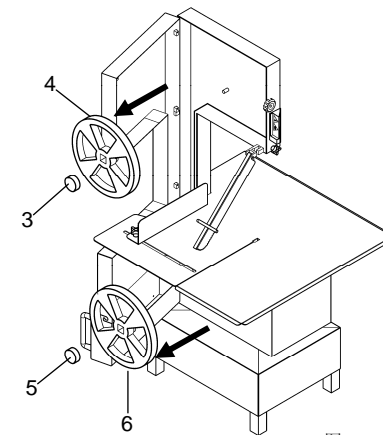

图 7.7.4
- 通过按反时针方向旋转旋钮“3”来放松旋钮“3”，拆除将滑轮规定到位置“4”上的垫圈，用双手抓住滑轮并向自己的方向拉，如图7.7.4中所示，并用浸满中性pH 7洗涤剂的海绵来清洁。
- 通过按反时针方向旋转螺丝夹具5来放松螺丝夹具5，用双手抓住滑轮“6”并向自己的方向拉，如图7.7.4中所示，并用浸满中性pH 7洗涤剂的海绵来清洁。